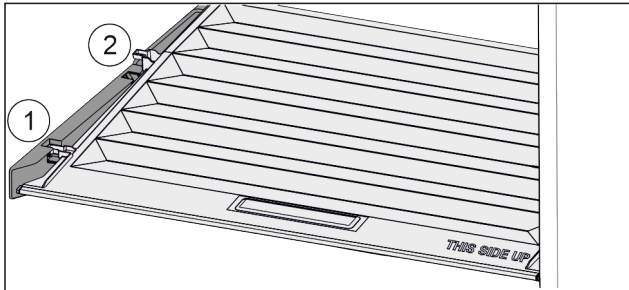

Fig. 101
- ▶ Deksel tot de opening in de vasthouddelen naar voren trekken Fig. 101 (1).
- ▶ Aan de achterkant vanaf de onderkant omhoog tillen en vanaf de bovenkant verwijderen Fig. 101 (2).